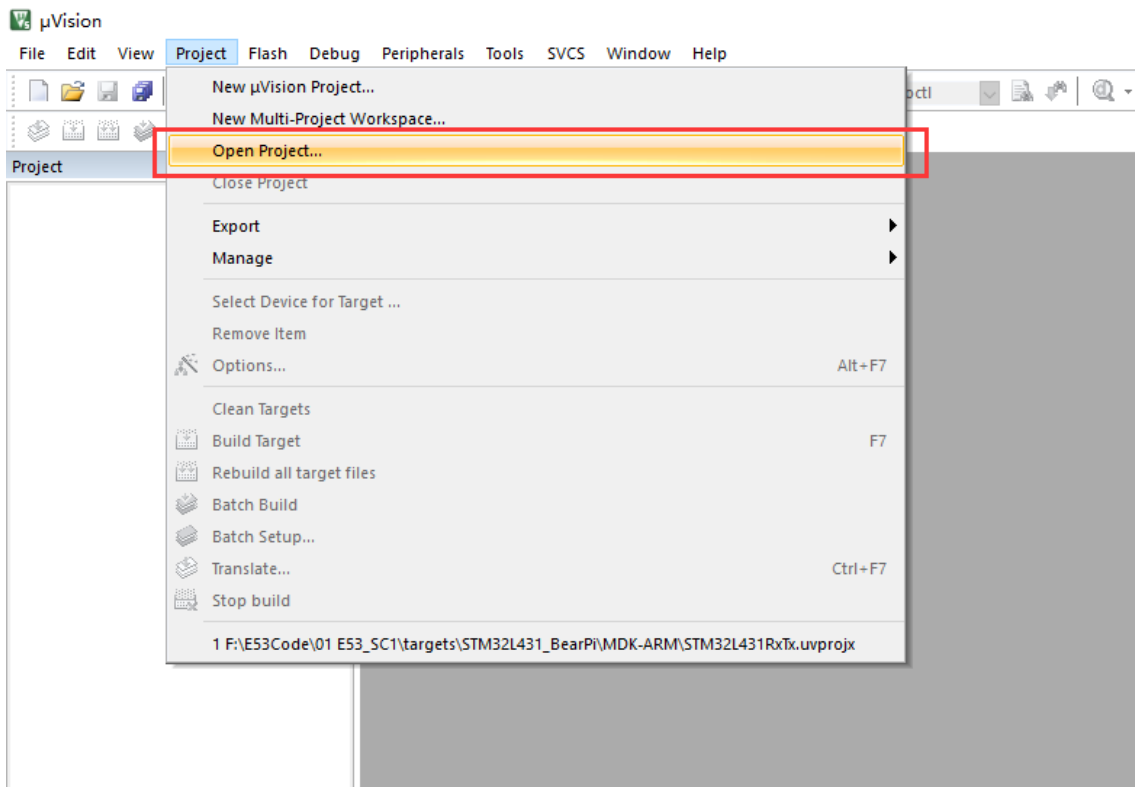

图 3-1 打开工程
**步骤1** 打开 MDK v5 软件，在首页上单击“Project”→“Open Project”，如图 3-1 所示。